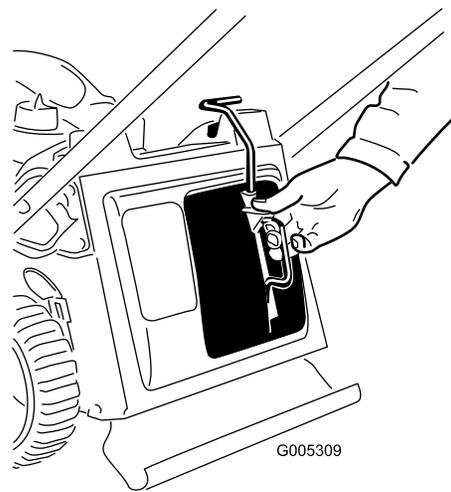

Figura 27
1. Togliete il coperchio di scarico (Figura 27).